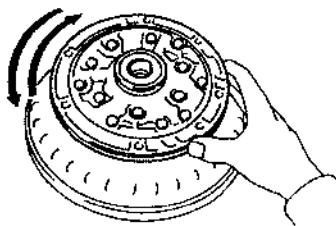

图 4.39 油泵性能的检查
- ① 在油泵前端盖上装入新的油封。
- ② 更换所有的O形密封圈，并在新的O形密封圈上涂液压油。
- ③ 按分解时相反的顺序组裝油泵各零件。
- ④ 按照对称交叉的顺序，依次拧紧油泵盖螺栓，拧紧力矩为  $10N \cdot m$ 。
- ⑤ 在油泵后端轴颈上的密封环槽内涂上凡士林，安装新的密封环。
- ⑥ 检查油泵运转性能：将组装后的油泵插入变矩器中，转动油泵，油泵齿轮转动应平顺，无异响，如图4.39所示。